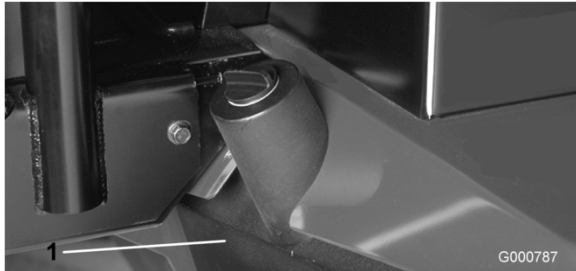

図 64
2. ドレン・プラグ (図 64) を外してオイルを容器に受ける。オイルが全部流れ出たらプラグを元通りに取り付ける。